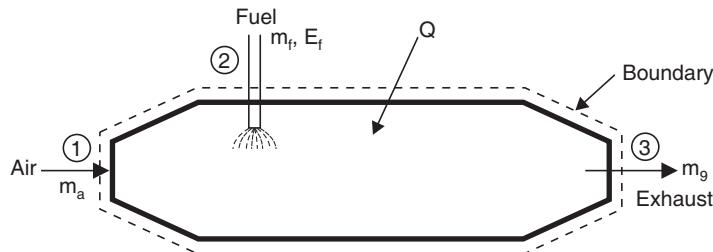

Fig. 2.52
**Solution.** Refer Fig. 2.52.